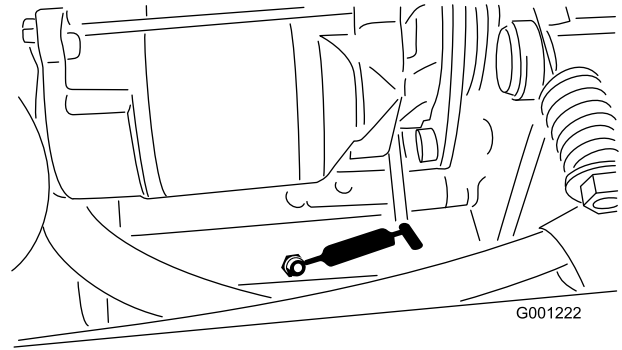

Figure 40
- Pivot de tension de PDF (Figure 40)
- Roulement arrière de PDF (Figure 40)